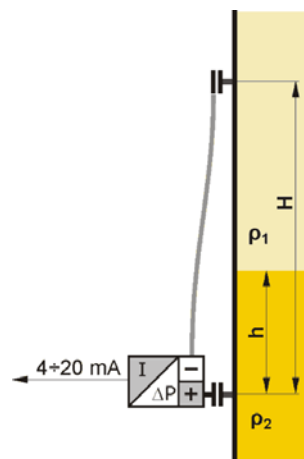

Рисунок 7
2.3.1.13.4 Измерение границы раздела фаз (рисунок 7)